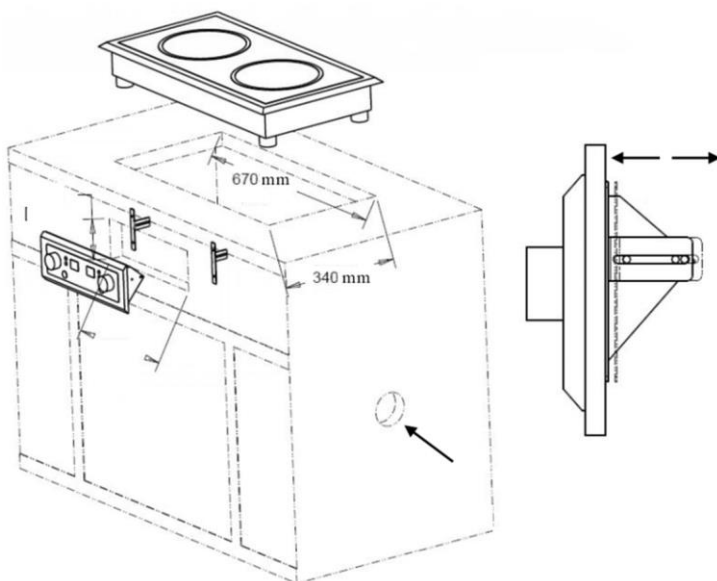

Fig. 2
3. La découpe prévue pour l'encastrement de l'appareil doit présenter les dimensions suivantes : 670 mm de longueur et 340 mm de largeur (fig. 2).
Si la plaque à induction doit être encastrée dans un mobilier de cuisine, il est nécessaire d'aménager des ouvertures de ventilation (fig. 2).